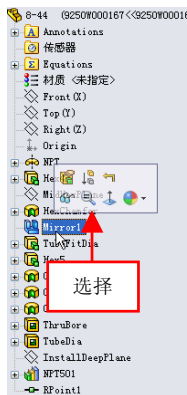

图 8-45 选择 Mirror 1 选项
(2) 在 Feature Manager 设计树中，选择 Mirror 1 选项，如图 8-45 所示。